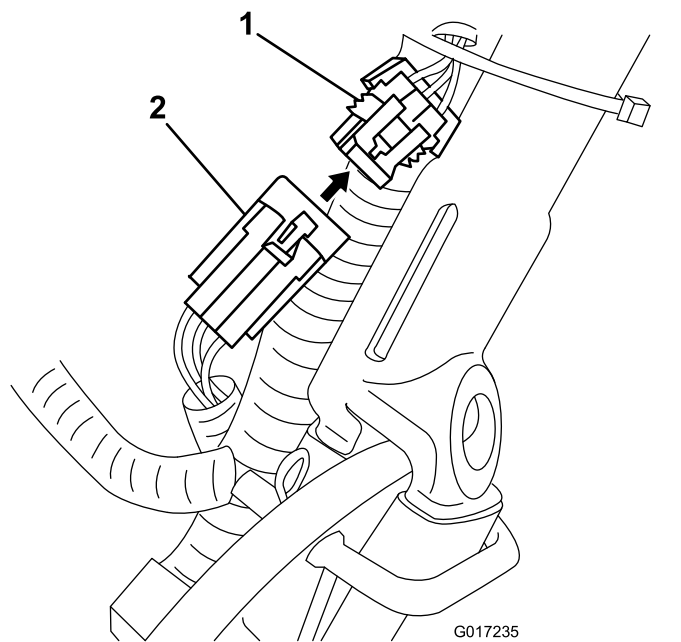

Рисунок 15
14. Проложите жгут проводов «аккумулятор–машина» под главным жгутом проводов и позади него на левой стороне машины, подсоедините малый 6-штыревой разъем на жгуте проводов к ответному разъему главного жгута проводов, как показано на Рисунок 15.